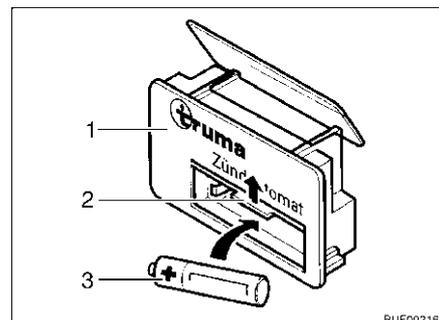

Fig. 138 Dispositivo automático de encendido
- Empujar hacia arriba la tapa (Fig. 138,2) del compartimento de las pilas en el dispositivo automático de encendido (Fig. 138,1).
- Colocar una pila nueva (Fig. 138,3) del mismo tipo con la polarización correcta (+/-) en el compartimento de las pilas en el dispositivo automático de encendido. Utilizar únicamente pilas Mignon resistentes a la temperatura (+70 °C) y protegidas contra derrames.